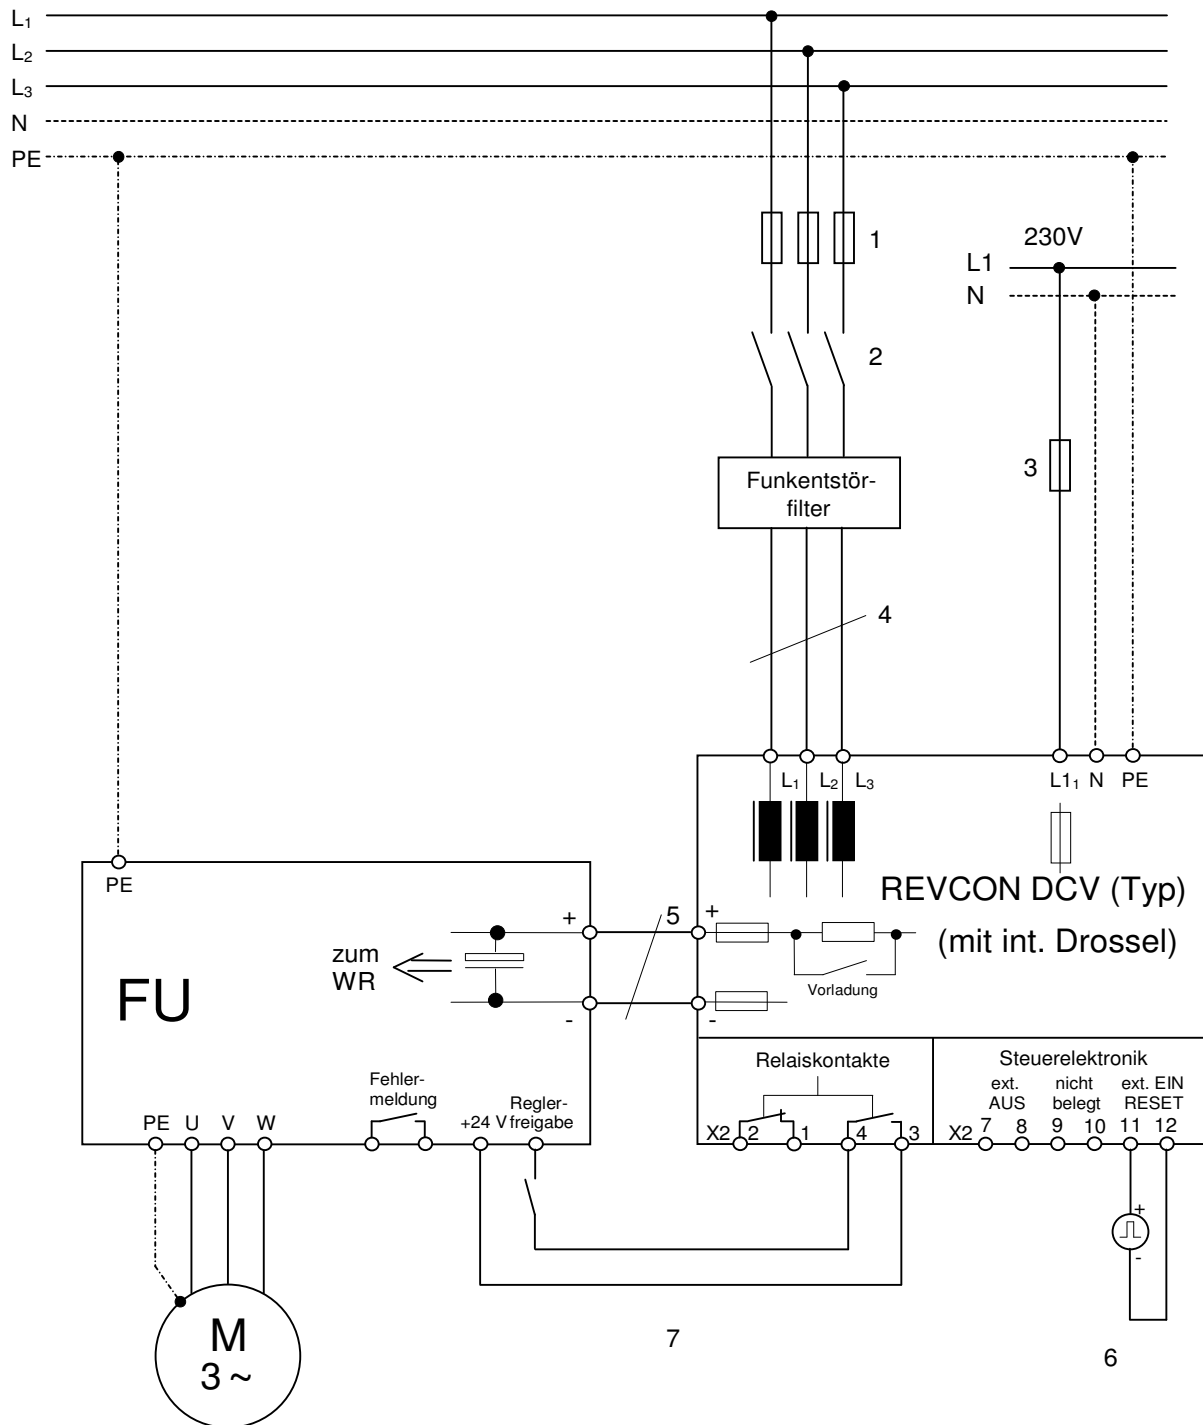

Abbildung 4.4.1.1.1 Anschluss der Ein- und Rückspeiseeinheit REVCON® DCV an einen oder mehrere Antriebsregler
**Legende für Abbildung 4.4.1.1.1 (REVCON® DCV)**